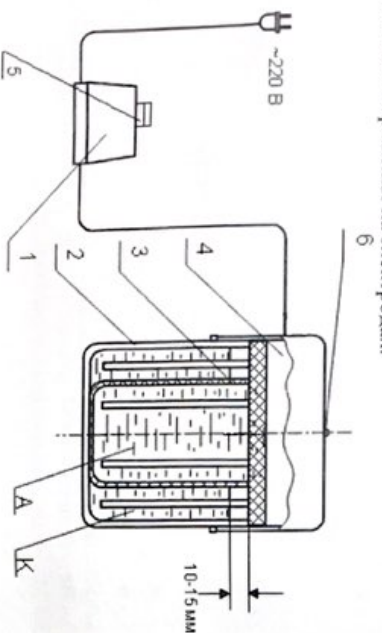

Рис. 1 - Общий вид электроактиватора
4.1 Электроактиватор состоит из четырех основных частей (рис. 1):
- блока питания (1);
- основной ёмкости (2);
- керамической стаканы (3), устанавливаемого в основную ёмкость;
- съёмной верхней крышки (4) с электродами.
напряжения на электродах (6, рис. 1). Убедитесь визуально, что выделение пузырьков газа наблюдается на обоих катодах.